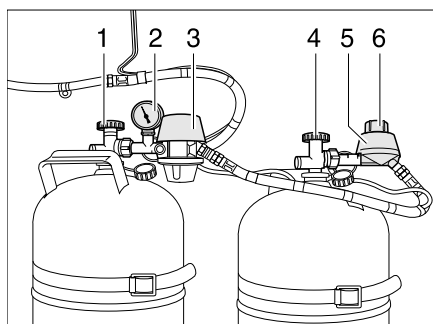
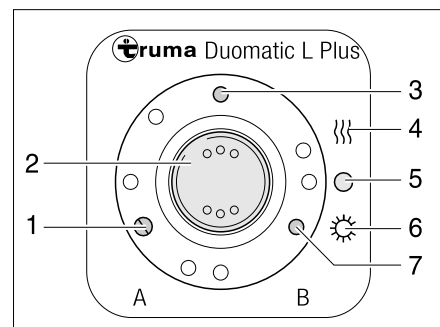

Bild 87 Duomatic-Umschaltanlage
Bild 88 Bedieneinheit
Die Duomatic-Umschaltanlage besteht aus einem Zentralregler (Bild 87,3) und einem Umschaltregler (Bild 87,5). Mit dem Drehknopf (Bild 87,6) am Umschaltregler kann bestimmt werden, welche der Gasflaschen als Betriebsflasche und welche Gasflasche als Reserveflasche verwendet wird.
Das Manometer (Bild 87,2) am Zentralregler zeigt den Druck in der Gasflasche an, nicht den Füllstand der Gasflasche. Mit dem Manometer kann die Gasflasche auf Dichtheit geprüft werden.
An der Bedieneinheit (Bild 88) können nur die elektrischen Funktionen geschaltet werden. Die Haupt-Absperrventile der Gasflaschen (Bild 87,1 und 4) müssen von Hand geöffnet werden.
- Die Haupt-Absperrventile an den Gasflaschen (Bild 87,1 und 4) öffnen.
- Mit dem Drehknopf (Bild 87,6) am Umschaltregler (Bild 87,5) die Gasflasche wählen, der vorrangig das Gas entnommen werden soll (Betriebsflasche). Den Drehknopf immer bis zum Anschlag drehen. Wenn der Drehknopf im roten Bereich steht, wird das Gas vorrangig der Gasflasche mit dem Zentralregler (Bild 87,3) entnommen. Wenn der Drehknopf im grünen Bereich steht, wird das Gas vorrangig der Gasflasche mit dem Umschaltregler (Bild 87,5) entnommen.
- An der Bedieneinheit (Bild 88) die Duomatic-Umschaltanlage einschalten. Dazu den Wippschalter (Bild 88,2) auf Winterbetrieb "Ein und Heizen" (Bild 88,4) oder auf Sommerbetrieb "Ein" (Bild 88,6) stellen. Beide Gasdruckregler sind jetzt entlüftet. Die Betriebsanzeige (Bild 88,3) leuchtet.
- Den Wippschalter (Bild 88,2) auf "O" (Bild 88,5) stellen. Die Betriebsanzeige (Bild 88,3) erlischt.
- Die Haupt-Absperrventile an den Gasflaschen (Bild 87,1 und 4) schließen.
Die Kontroll-Leuchten an der Bedieneinheit (Bild 88) signalisieren im Fahrzeuginneren, ob die Gasflaschen betriebsbereit sind.
- Kontroll-Leuchte "A" (Bild 88,1): Gasflasche am Zentralregler
- Kontroll-Leuchte "B" (Bild 88,7): Gasflasche am Umschaltregler